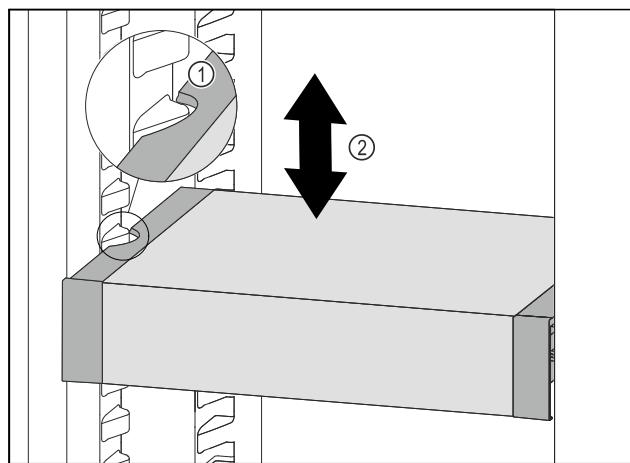

Fig. 107
- 向前移动 VarioSafe，直到 VarioSafe 两侧的凹槽与冷藏区中的容器肋梁持平。Fig. 107 (1)
- 在冷藏区中向上或向下移动 VarioSafe，直至所需高度。Fig. 107 (2)